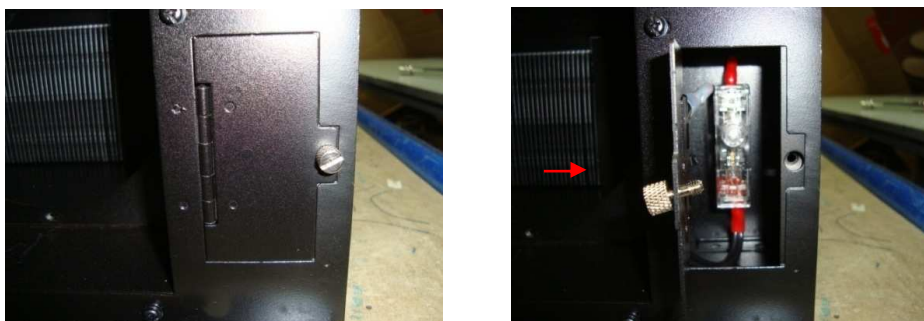

Рис. 4.17. Проверка предохранителя цепи питания вентиляторов
- проверить рабочее состояние предохранителя цепи питания вентиляторов (рис. 4.17), предохранителя FUZE1 на плате предохранителей (п.4.21) и трансформатора Т1 (п.4.22);